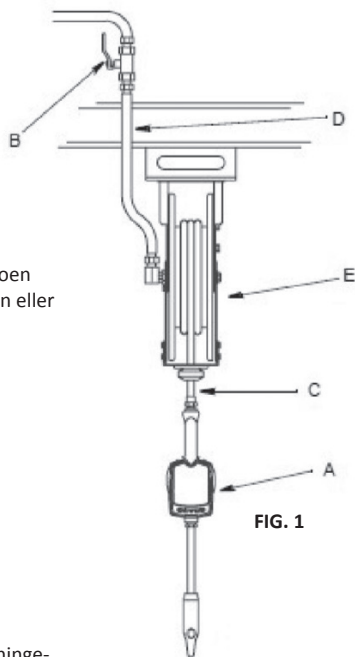

FIG. 1
FIG. 1 viser en typisk slangetrommelinstallasjon.
1. Lukk væskeavstengingsventilen (B, FIG. 1) ved hver påfyllingsposisjon.
5. Åpne avstengingsventilen (B, FIG. 1) ved påfyllingsposisjonen. Skyll ut en tilstrekkelig mengde olje for å sikre at hele systemet er rent. Lukk ventilen.
2. Åpne alle avstengingsventilene i påfyllingsposisjonene (B, FIG. 1) og start pumpen for å trykke sette systemet. Se Drift for korrekt drift av måler. For å sikre påfyllingsnøyaktighet må du spyle all luft fra væskeledningene og påfyllingsventilen før du bruker den.